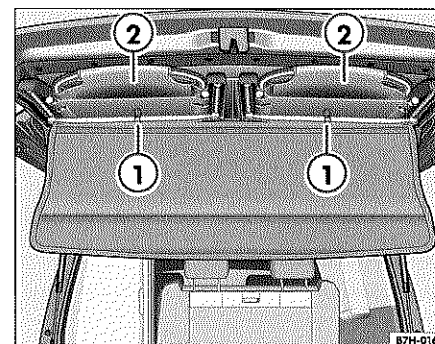

Fig. 22 Sillas de camping del portón trasero
- Desprenda el gancho de fijación (por ahora sólo uno) ⇒ fig. 22 ① que fija las sillas de camping.
- Extraiga las sillas ②.
- Coloque la silla en la posición correcta en su alojamiento ⇒ fig. 22.
- Fije la silla con el gancho ① hasta que encastre correctamente.